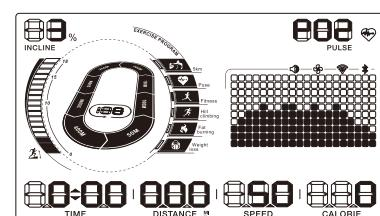

图24
2. 我们为您在面板上设置了健身训练程式快捷键 。（图24所示）